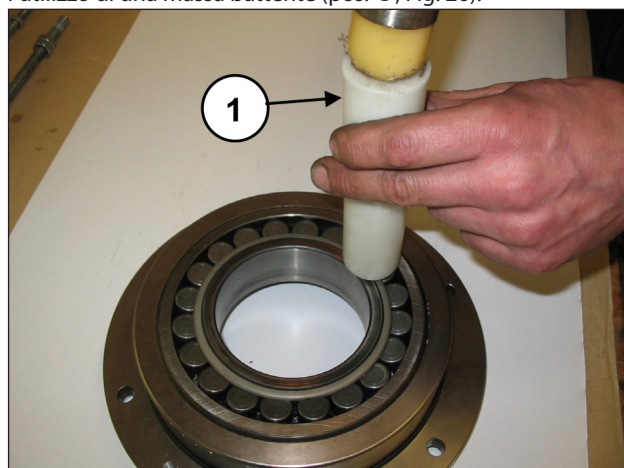

Fig. 26
Appoggiare l'albero a gomiti sul fondo del carter. Separare il coperchio portacuscinetto dal cuscinetto mediante l'utilizzo di una massa battente (pos. ①, Fig. 26).